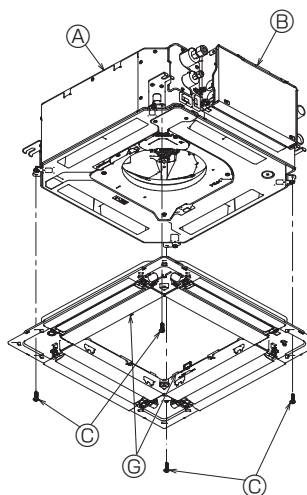

Fig. 6-7
- Fixez la grille en serrant les quatre vis. (Fig. 6-7)